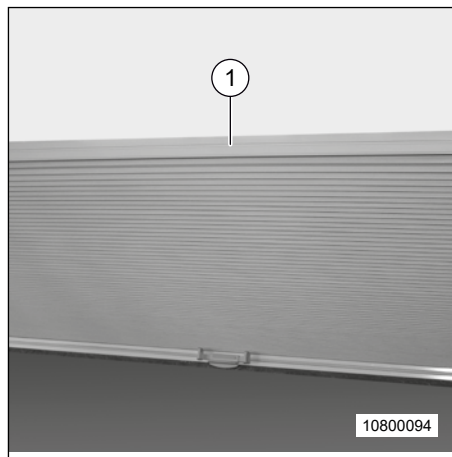

Fig. 68 Store occultant de pare-brise, avec incidence de la lumière (modèle I)
- Le store occultant peut être tiré vers le bas à l'état fermé en le tenant en haut au niveau de la poignée barre (Fig. 68, pos. 1).